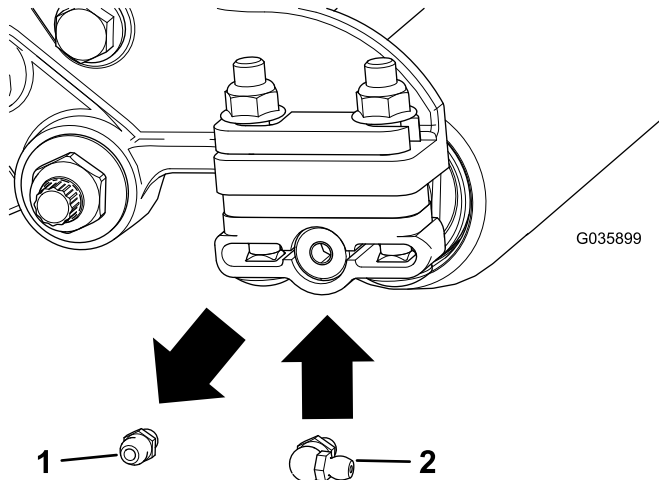

Figura 3
1. Retire o bocal de lubrificação reto e instale o bocal de lubrificação de 90° no mesmo sítio (Figura 3).